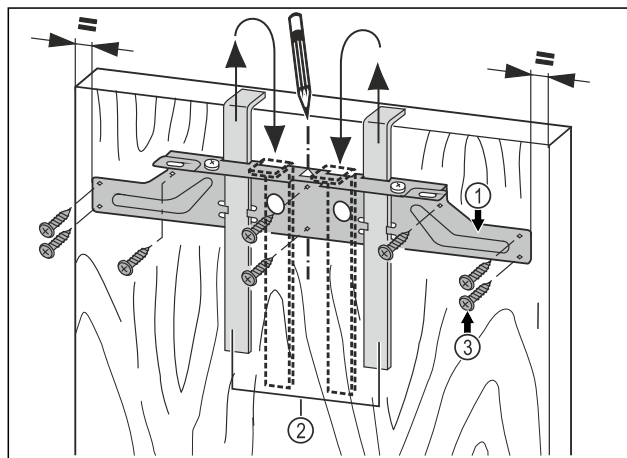

Fig. 44
- Upevňovací příčník Fig. 44 (1) zavěste pomocí montážních pomůcek Fig. 44 (2) na vnitřní stranu nábytkových dvířek.
- Upevňovací příčník Fig. 44 (1) vyrovnejte středově vůči dvířkům.
- Upevňovací příčník Fig. 44 (1) přišroubujte minimálně 6 šrouby Fig. 44 (3).
- Upevňovací příčník Fig. 44 (1) přišroubujte 4 šrouby Fig. 44 (3) na okraji.
- Montážní pomůcky Fig. 44 (2) vytáhněte směrem nahoru a zasuňte je obráceně do sousedních upínacích otvorů.